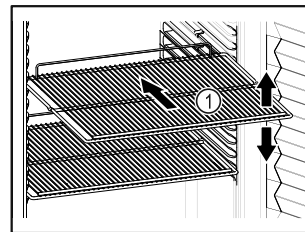

Fig. 82 Shembull ilustrues
- Nëse raftet me rrjetë Fig. 82 (1) mund të zhvendosen, atëherë përshtatini sipas lartësisë.